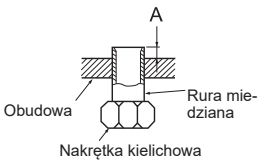

Fig. 5
- Wsunąć wąż spustowy do oporu w podstawę tacy na skropliny (połączenie końcowe). (Fig. 5)